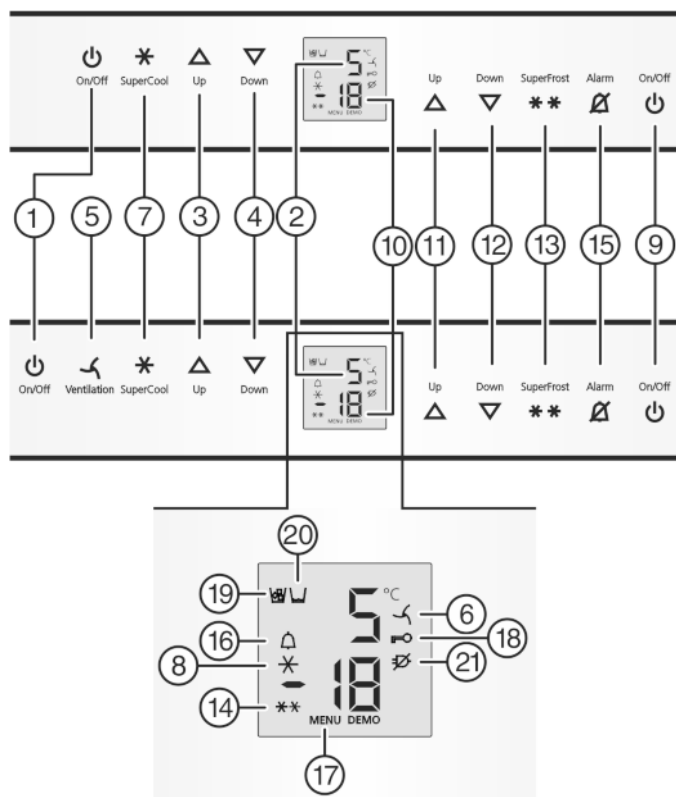

Fig. 2
- Appuyer sur la touche On/Off du congélateur Fig. 2 (9).
- Appuyer sur la touche On/Off du réfrigérateur Fig. 2 (1).
- ▷ Le compartiment réfrigérateur est enclenché : L'affichage de la température du compartiment réfrigérateur Fig. 2 (2) s'allume. L'éclairage intérieur s'allume lorsque la porte du compartiment réfrigérateur est ouverte.
- ▶ Activer le mode de réglage : appuyer env. 5 sec. sur la touche SuperFrost *Fig. 2 (13)*.
- ▷ Le symbole Menu *Fig. 2 (17)* est allumé.
- ▶ Confirmer : appuyer brièvement sur la touche SuperFrost *Fig. 2 (13)*.
- ▶ Appuyer brièvement sur la touche SuperFrost *Fig. 2 (13)* pour activer la sécurité enfants.
- ▷ Le symbole Sécurité enfants *Fig. 2 (18)* est allumé. L'affichage **c** clignote.
- ▶ appuyer brièvement sur la touche SuperFrost *Fig. 2 (13)* pour désactiver la sécurité enfants.
- ▷ Le symbole Sécurité enfants *Fig. 2 (18)* s'éteint. L'affichage **c** clignote.
- ▶ Désactiver le mode de réglage : appuyer sur la touche On/Off du congélateur *Fig. 2 (9)*.
- ▶ Appuyer sur la touche Alarme *Fig. 2 (15)*.
L'affichage de la température clignote en même temps que le symbole Alarme *Fig. 2 (16)*.
L'avertisseur sonore s'éteint automatiquement et le symbole Alarme *Fig. 2 (16)* et l'affichage de température arrêtent de clignoter lorsque la température est de nouveau suffisamment froide.